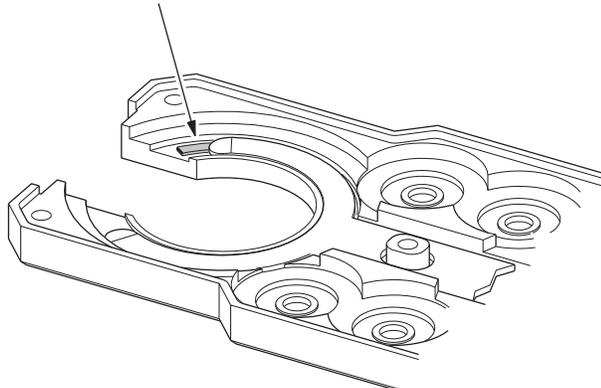

図 36:スプリングの位置
13. スプリングのエンドがハウジング・ポケット側に向いていること、スプリングがブラシの下から露出していないことを確認します(図 35、図 36)。必要であれば、スプリングがウェルド・ヘッド・ブラシの下に収まるよう、再度位置合わせを行います。